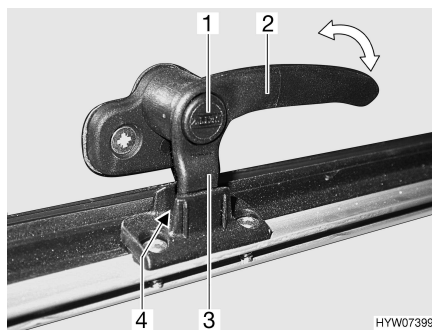

Fig. 23 Palanca de bloqueo en la posición de "ventilación continua"
- En la posición "ventilación continua" (Fig. 23)
- Presionar el botón de seguridad (Fig. 23,1) y mantenerlo pulsado.
- Girar la palanca de bloqueo (Fig. 23,2) un cuarto de vuelta hacia la mitad de la ventana.
- Girar de nuevo hacia atrás la palanca de bloqueo. El saliente de bloqueo (Fig. 23,3) de la palanca de bloqueo se ha de introducir para ello en el rebaje del bloqueo de la ventana (Fig. 23,4).
- Soltar el botón de seguridad (Fig. 23,1).